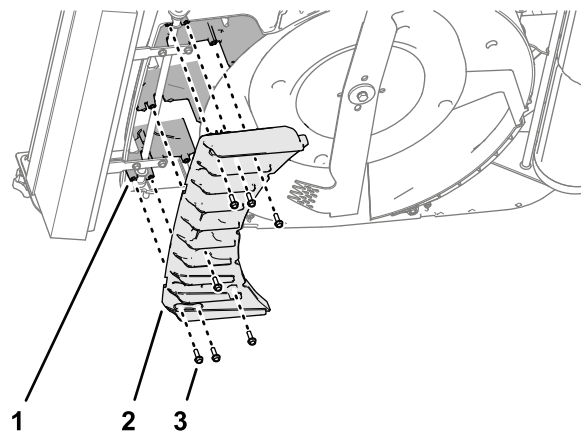

Figura 16
1. Alinhe os furos na nova aleta frontal com os furos nos suportes da plataforma do cortador (Figura 16).
2. Monte as aletas frontais na plataforma do cortador (Figura 16) com os sete parafusos autorroscantes de cabeça flangeada (6 x 20 mm) que removeu em Remover as aletas frontais \(página 5\).